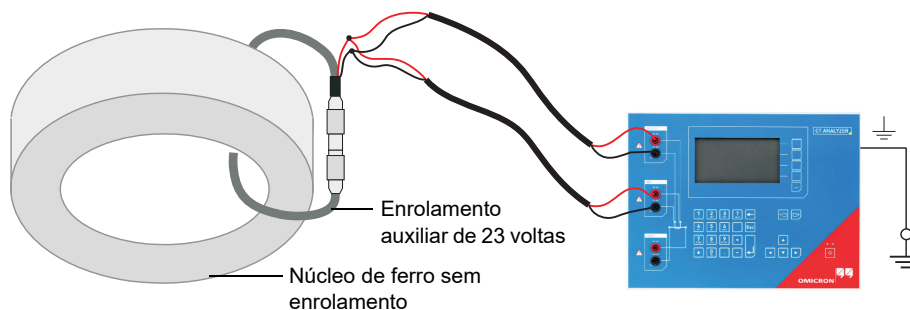
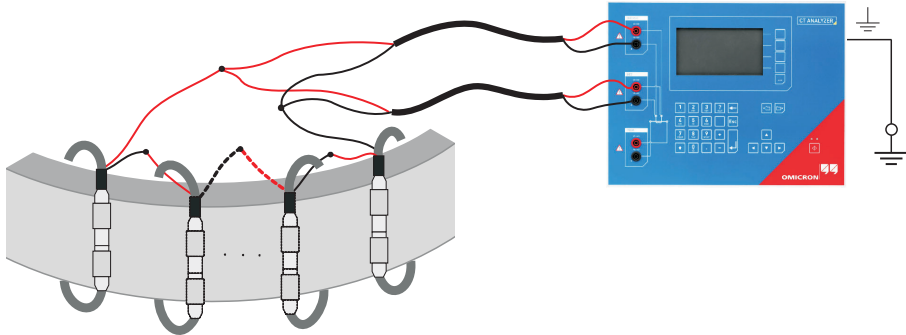

Figura 3-7: Medição de curva de excitação usando um cabo de "enrolamento auxiliar"
Figura 3-8: Medição de curva de excitação usando diversos cabos de "enrolamento auxiliar" em cascata
Proceda da seguinte forma para executar a medição (consulte a Figura 3-7 e a Figura 3-8). Siga as regras gerais de segurança na seção 3.1 na página 25 e as instruções de segurança apresentadas no capítulo 1 "Instruções de segurança" na página 9.
2. Conecte os soquetes OUTPUT e a entrada SEC do *CT Analyzer* ao cabo, conforme mostrado na Figura 3-7. Para núcleos que requerem altas correntes até atingirem o ponto de inflexão, vários cabos podem ser dispostos em cascata para aumentar o número de voltas, consulte a Figura 3-8.